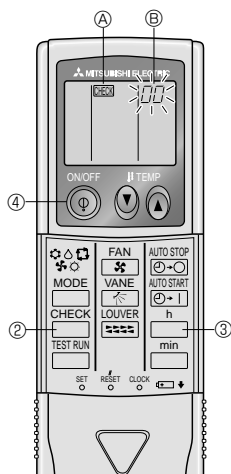

Fig. 7-4
7.3.2. Для беспроводного пульта дистанционного управления (Fig. 7-4)